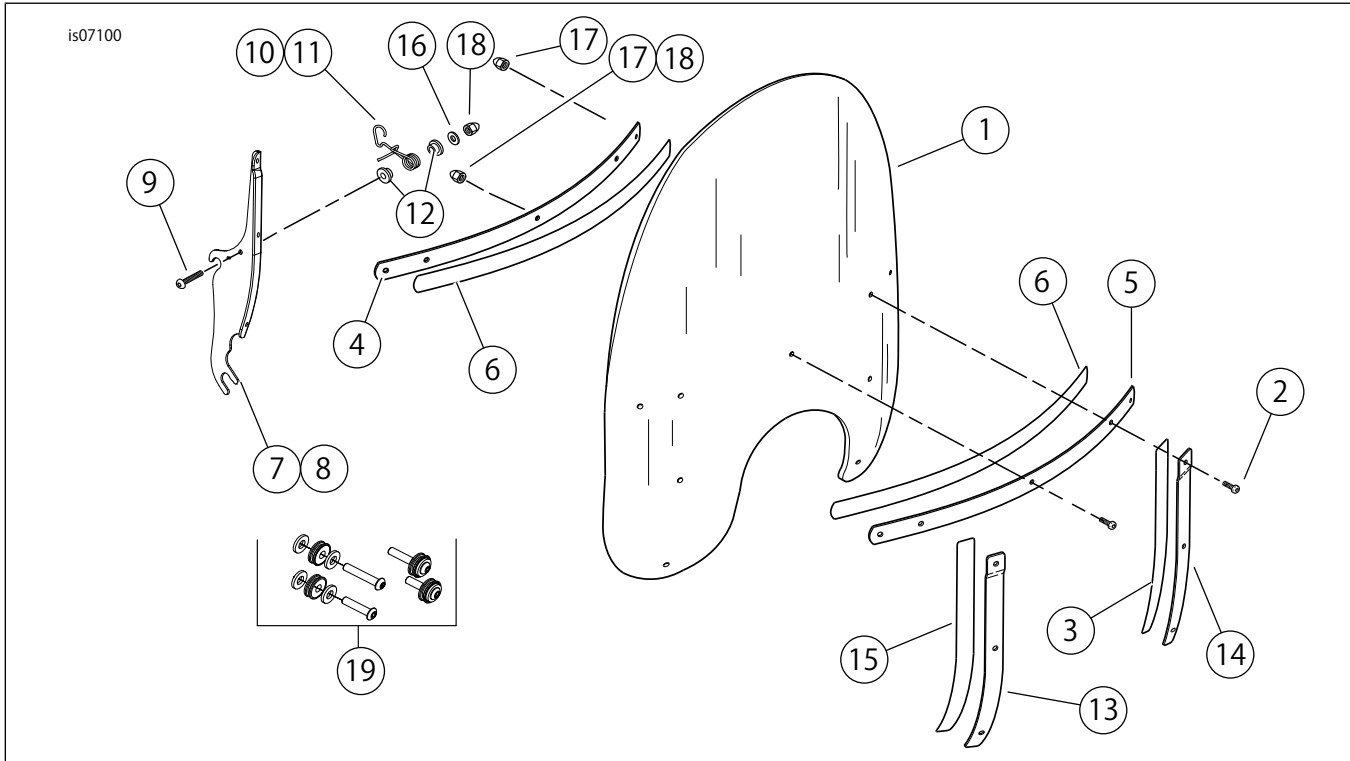
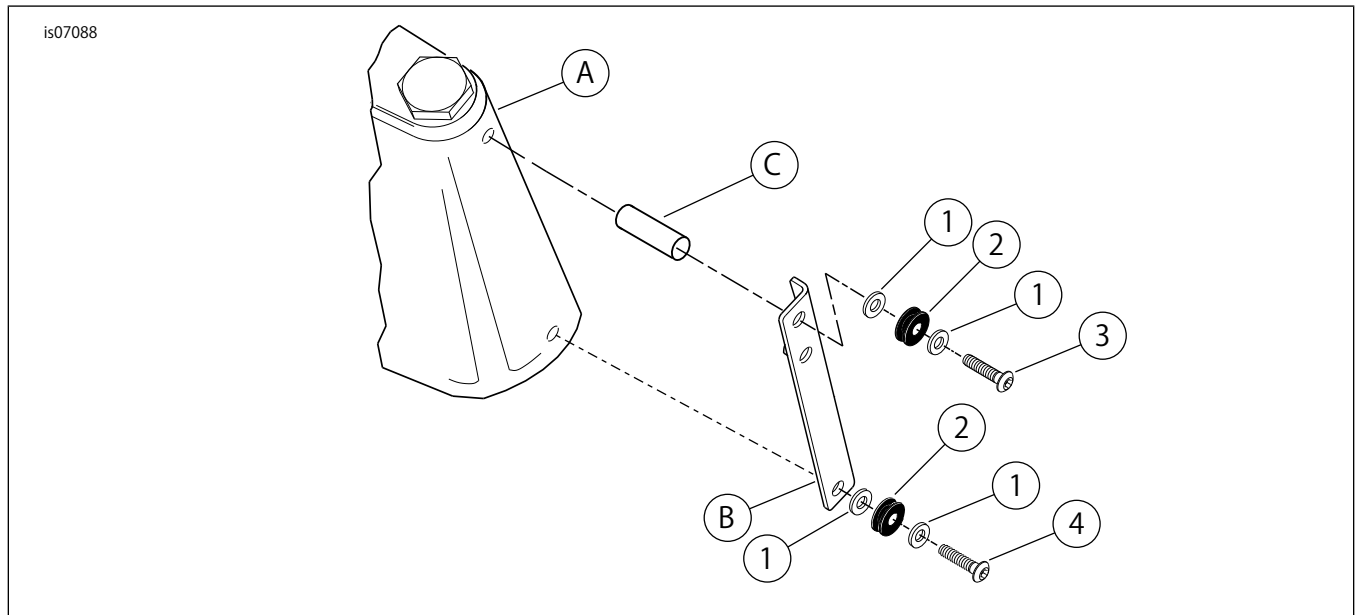

図1。交換用パーツ: ウィンドシールドキット
図2。交換用パーツ：ハードウェアキット
「図1」および「表1」、「図2」および「表2」を参照してください。
2. 「図2」および「表2」。標準底部フォグ/パッシングランプブラケットスクリュー(4)とワッシャー(1)を外して廃棄します。